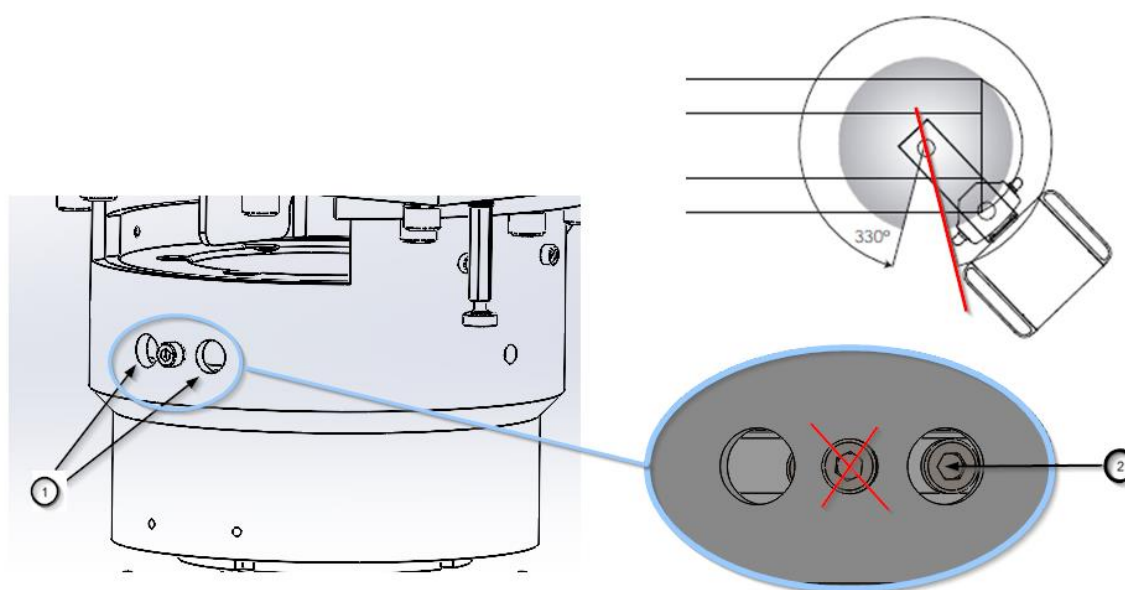

Fig.19 Schéma de principe du contrôle de la rotation
Ne dévissez pas la vis centrale à six pans creux (marquée d'une croix rouge sur la figure 19), sinon le carrousel tournera librement et la rotation ne pourra plus être limitée.
- Pour régler la butée du pivot droit de la colonne, déplacez la colonne jusqu'à sa position maximale, comme indiqué en haut à droite de la figure 19.
La vis à tête cylindrique de butée ② apparaît alors comme indiqué dans la partie inférieure de la figure 19 (détail en bas à droite de la figure).
- Dévissez et retirez la vis à six pans creux ②.